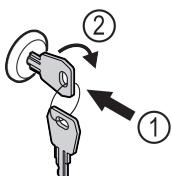

Fig. 172 Зображення для прикладу
- Вдавити ключ Fig. 172 (1).
- Повернути ключ на 90° за годинниковою стрілкою Fig. 172 (2).